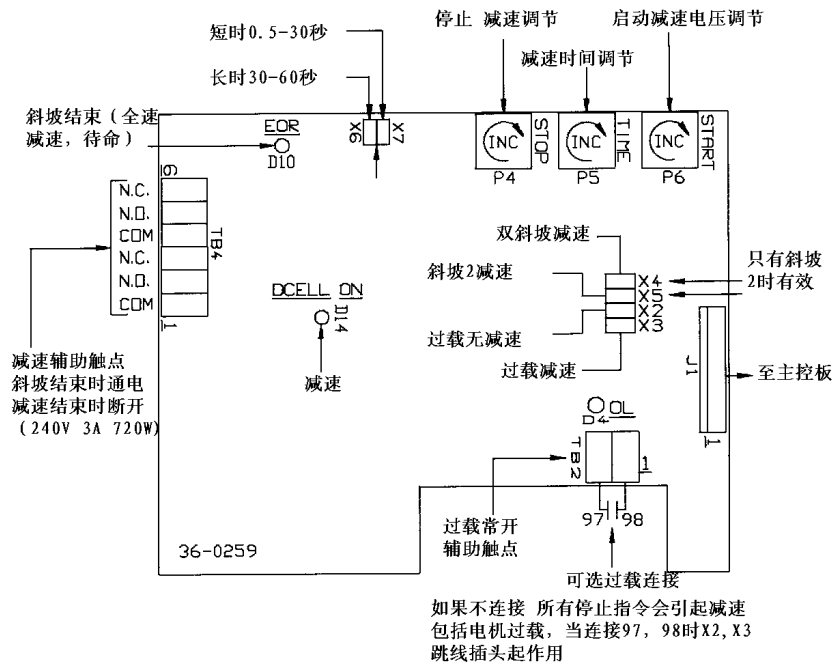

图13 减速电路板
3. X6 或 X7 跳线插上后斜坡开始（见图 13 的位置）。当拔下跳线插头后电机将持续运转。X6 和 X7 插头位置分别代表两个减速时间范围。X7=短时(0.5—30 秒)，X6=长时(30—60 秒)这要根据负载来定。